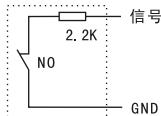
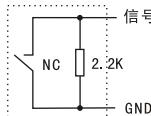

图 1
图 2
②. 在系统含有图片存储的情况下，住户可拥有16张（照片、私人短信）的存储和共享16张公共短信。在没有新的短信和照片的情况下，住户长按住“■”键3秒钟以上可查看以前的短信和照片。住户查阅照片和短信顺序为（连续按“■”键）：未阅公共短信→未阅私人照片和短信→已阅照片和短信。
- ①. 在待机无新短信的状态下，按一次“■”键，分机显示屏打开，显示楼栋主机处的景象；按第二次“■”键可关闭监视功能。
- ②. 显示屏也可在被打开的30秒后自动关闭。
- ①、分机报警探头连接：
- a. 在分机的背后有八组报警方式选择插针座，从左至右依次是：烟感、瓦斯、红外、门磁及四组自定义防区。这些插针座在安装时应根据连接情况作出适当的选择：不连接报警探头的插针应插上短路块，否则会一直报警；连接报警探头的插针应拔下短路块，否则不能正常处理警情。在报警探头中有些是开路报警NO式（无报警时控制触点常闭，报警时控制触点断开），有些是短路报警NC式（无报警时控制触点常开，报警时控制触点接通），当探头报警方式为NO式时，应在探头触点间串接一2.2K电阻（如图1）；当探头报警方式为NC时，应在探头触点间并接一2.2K电阻（如图2）。连接电阻时应将电阻连在靠近探头触点端，这样可使分机探头在遭到强行拆卸时能正常发出警报声。每组探头端口可接多个相同的探头监测多个地点，方法是：NO式探头报警触点串联连接（如图3）；NC式探头报警触点并联连接（如图4）。